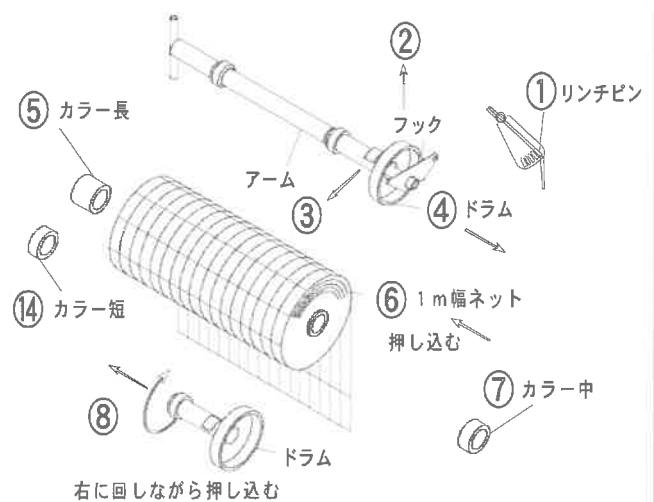

図1 (1mネットセット図)
5. アームに⑥ネットを巻き方向に注意し図1のように差し込んでください。
6. ドラムに⑦カラー中を奥まで入れてください。